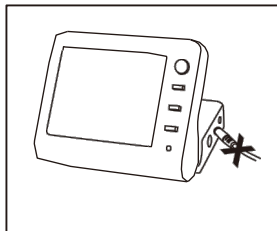

Abb. 6
- 1) Trennen Sie das Ladegerät vom Gerät, falls es angeschlossen ist (Abb. 6).